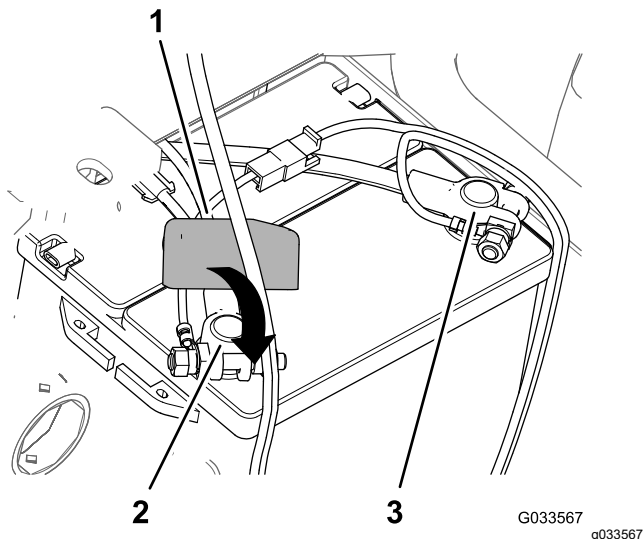

Figura 30
8. Ligue o cabo positivo da bateria ao borne **positivo** da bateria e aperte a porca de fixação à mão (Figura 30).